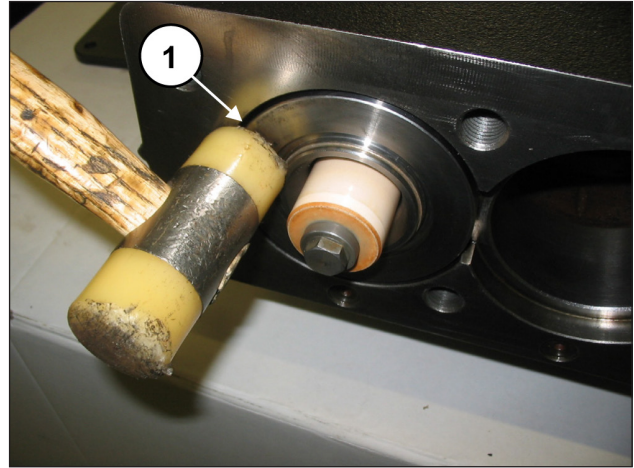

Abb. 160
Vergewissern Sie sich, dass die Gruppe Buchse-Dichtungshalter bündig in ihrem Sitz liegt (Pos. ①, Abb. 160).